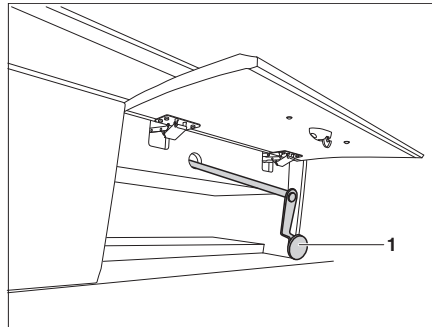

Fig. 157 Mando de emergencia de la cama elevada eléctrica
- ▶ Durante un corte de corriente, la cama elevada eléctrica también puede ser accionada con una manivela de emergencia (Fig. 157). Ésta se encuentra detrás de una trampilla del compartimento.